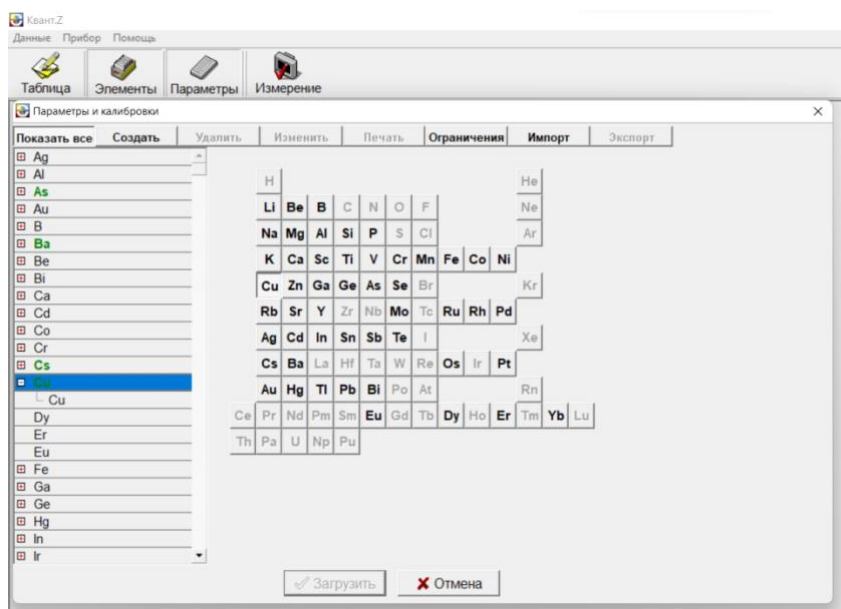

Рис. 4П – Выбор определяемого элемента
3.3.2 Кликните по символу элемента (например, Cu) в списке или в Периодической таблице. Под символом элемента появится название существующей методики (Рис. 4П), если таковая создана раньше (для меди существующая методика называется «Cu»).